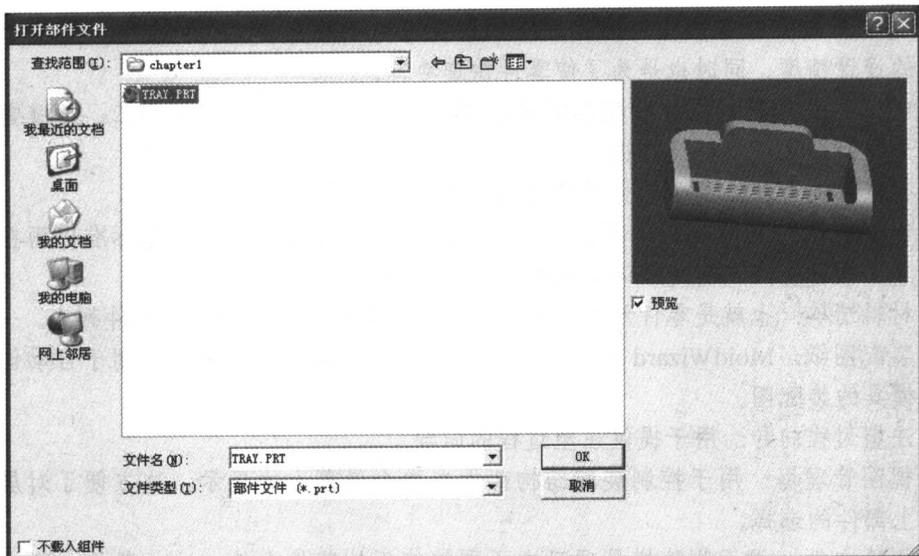
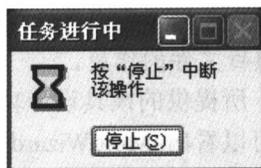

图1-3 【打开部件文件】对话框
图1-4 【任务进行中】对话框
2. 单击【模具向导】工具条中的  按钮打开【打开部件文件】对话框，如图 1-3 所示，选择光盘“chapter1”目录下的“TRAY.PRT”文件，单击 按钮确认。系统将进行打开操作并在屏幕左下角显示【任务进行中】对话框，如图 1-4 所示。